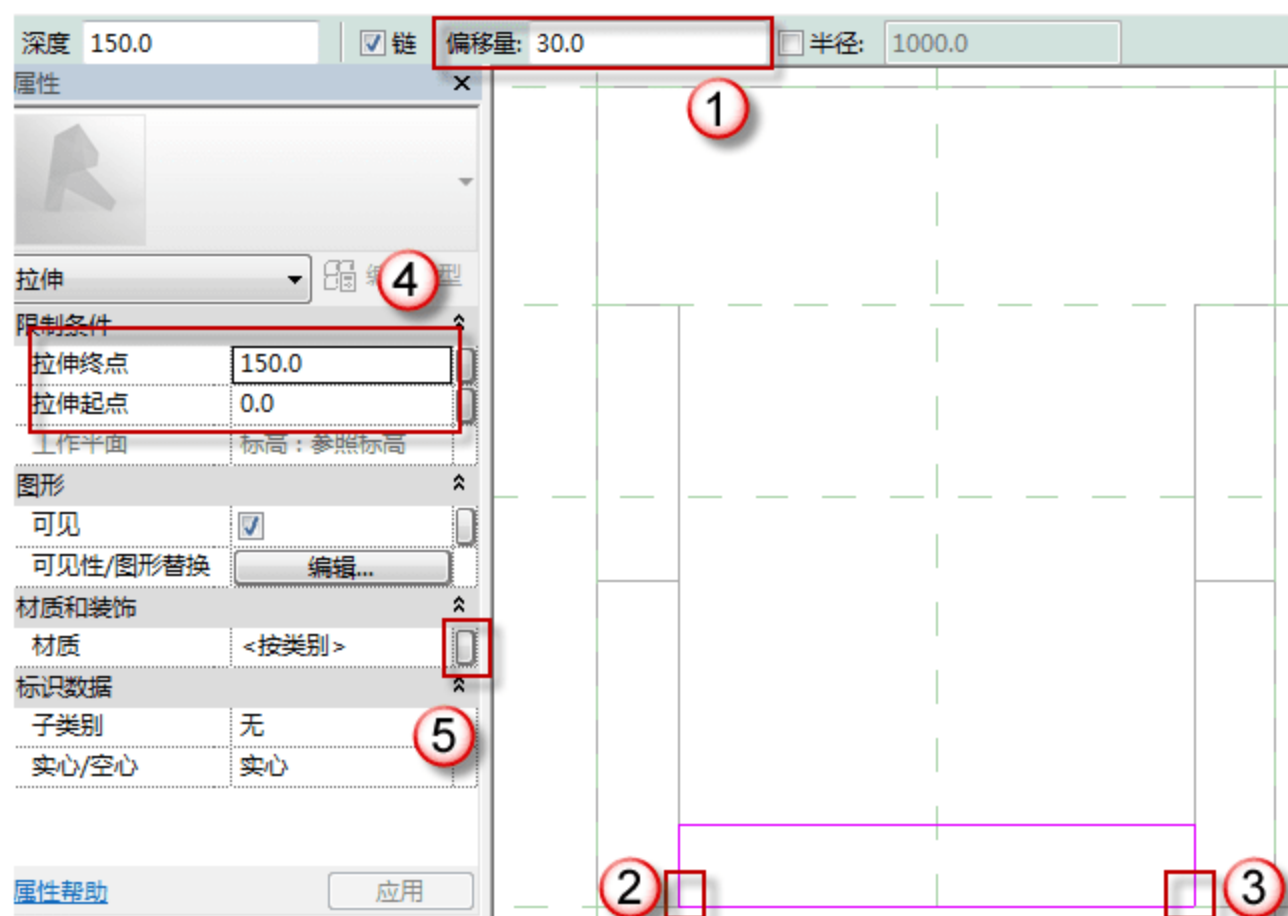

图 12.4.18 创建靠墙面水簸箕壁
(10) 创建靠墙面水簸箕壁。选择“创建”→“拉伸”→“直线”命令，更改偏移数值为“30”，以编号 2 为起点至编号 3 为终点画一条线，接着将偏移数值更改为“0”，再画出 3 条线以形成如图 12.4.18 所示的矩形。接着将“拉伸终点”和“拉伸起点”分别更改为“150”和“0”。最后，单击“属性”面板中的材质栏内的“关联族参数”按钮，在弹出的“关联族参数”对话框中选择“其他混凝土构件材质”选项，单击“确定”按钮，如图 12.4.19 所示。